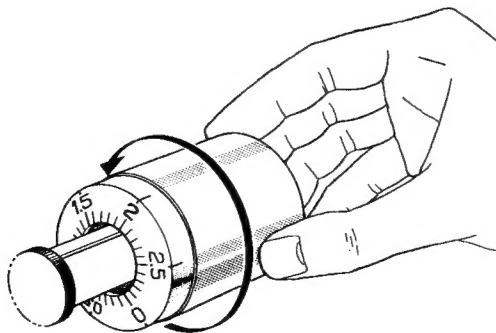

Fig. 9
5. Tournez ensuite le contrepoids principal vers la droite jusqu'à ce que l'anneau gradué indique la force d'appui recommandée pour la cellule utilisée (Fig. 9).
5. Ausgleichsgewicht so lange im Uhrzeigersinn drehen, bis am Stellring die für das verwendete Tonabnehmersystem vorgeschriebene Auflagekraft erscheint. Fig. 9 zeigt eine Einstellung von 2 pond (1 p = 1 Gramm).
5. Draai het contragewicht naar rechts tot de indicatorring de naalddruk aanwijst die voor de gebruikte toonkop wordt aanbevolen. Fig. 9 Instelling op 2 gram.
5. Vrid motvikten till höger tills den numrerade ringen pekar på rekommenderat nåltryck för den pick-up som används (Fig. 9).